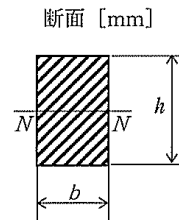

図6
- 問3 図6のように、はりの断面形状は、 $h = 20$ [mm]、 $b = 15$ [mm] の長方形である。